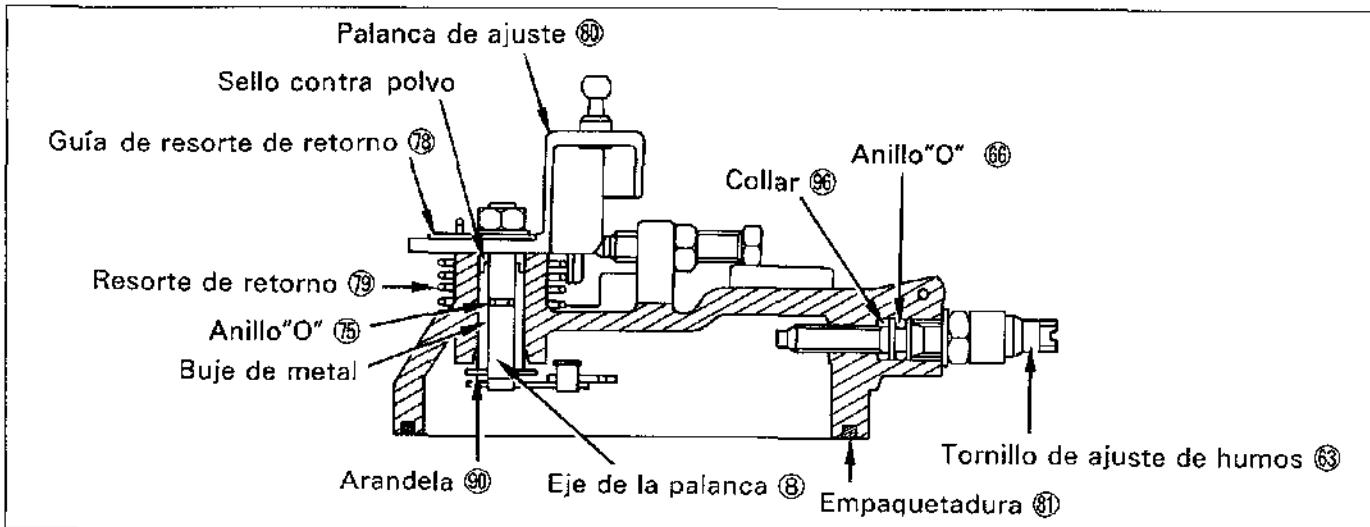

Figura.14-58 Montaje de las partes de la cubierta del regulador(Regulador de todas las velocidades)
- (1) Instale los tornillos de ajuste de ralentí y de alta velocidad, junto con las contratuerca en sus posiciones apropiadas.
- (2) Instale la empaquetadura de la cubierta (8) en la cubierta (3).
- (3) Asegúrese de que la arandela del eje de control (90) esté instalada y ponga un nuevo anillo "O" (15) en el eje de la palanca (8). Monte la herramienta de montaje de la palanca (STT) en el eje de la palanca e inserte el eje por la cubierta. Una vez el eje de la palanca esté en su lugar, extraiga la herramienta. (Vea la figura.14-58)